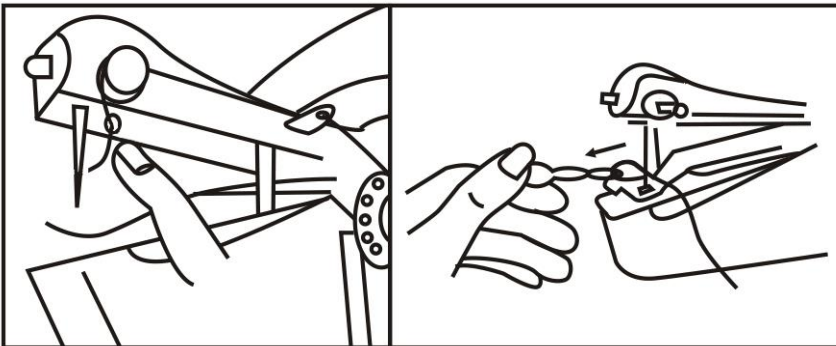

Rys. 7
- Odwróć materiał z powrotem na lewą stronę i pozostawione 7,5 cm nici zawiąż zgodnie ze wskazówkami poniżej i tak jak pokazano na odpowiednich rysunkach: Rys. 7